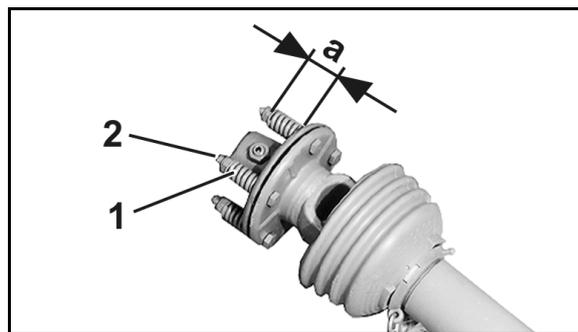

Fig. 69
2. Descargar los resortes (Fig. 69/1) soltando las tuercas (Fig. 69/2).